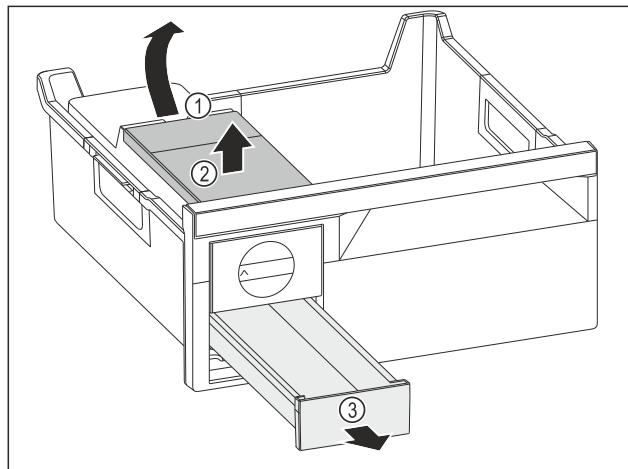

Fig. 90
- Odobratie nádržky na vodu: Nádržku na vodu nadvihnite za vybranie Fig. 90 (1).
- Nádržku na vodu Fig. 90 (2) odoberte smerom nahor.
- Zásuvku na kocky ľadu Fig. 90 (3) odoberte smerom nahor.